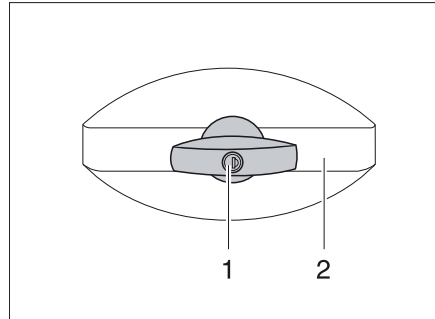

Fig. 31 Serrure du portillon, en forme d'ellipse
- Insérer la clé dans le barillet (Fig. 31,1) et la tourner d'un quart de tour dans le sens inverse des aiguilles d'une montre. La poignée de la serrure (Fig. 31,2) ressort.